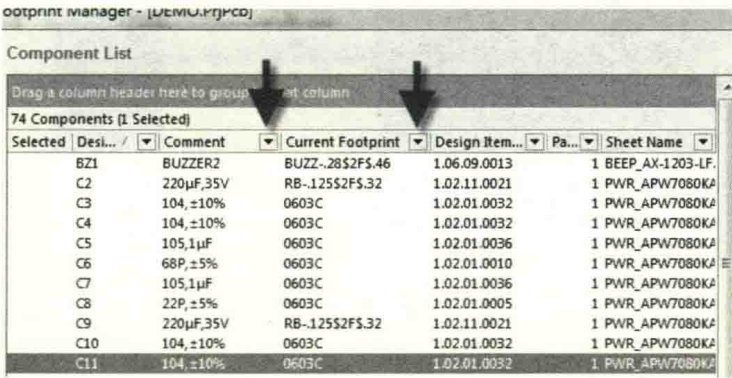

图 7-3 通过 Comment 值筛选同类型元件
(3) 在封装管理器中，可以对一个或多个元件进行封装的添加、删除、编辑等操作，同时可以通过 Comment 值筛选，局部或全局更改（或添加）同类型元件封装名，如图 7-3 所示。